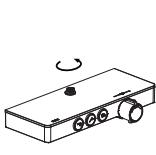

Figure 2
- a) Retirez le connecteur du rail de levage du panneau de douche thermostatique et enlevez le couvercle en verre (Figure 2/3).